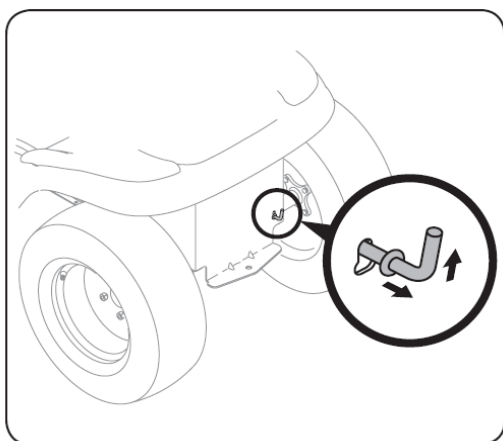

Figure 3-1
- 1 Repérez la tige de la soupape hydrostatique de dérivation sur l'arrière du tracteur. Voir la Figure 3-1.